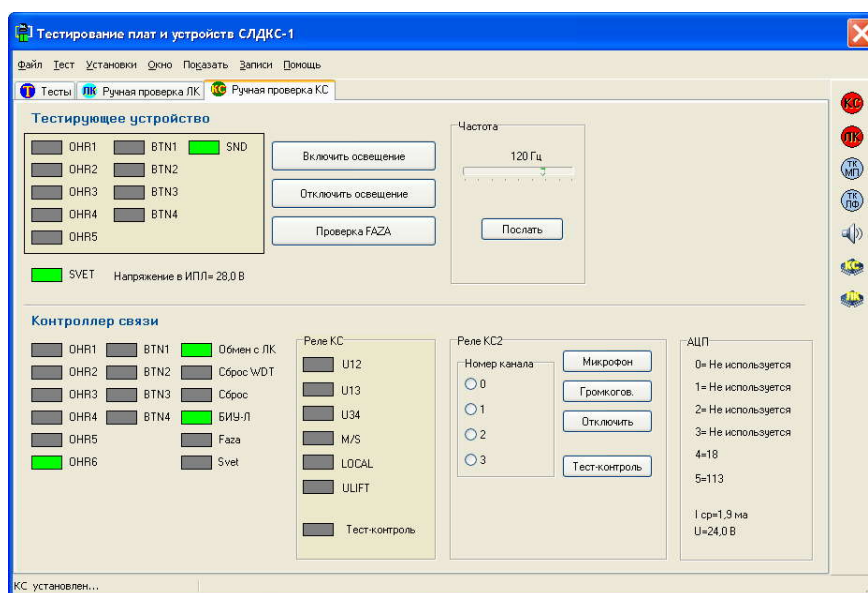

Рисунок 24 – Вкладка "Ручная проверка КС"
1.7. Для того чтобы проверить работоспособность отдельных сигналов контроллера связи, следует перейти на вкладку **Ручная проверка КС** (рисунок 24). Список проверяемых сигналов приведен в таблице 1.